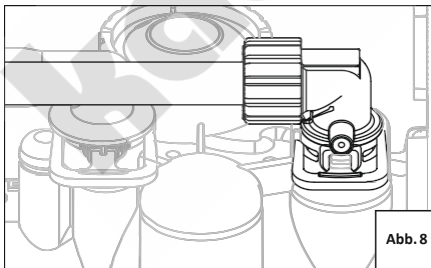

Abb. 8
9. Schließen Sie den Ablaufschlauch an den im Systemkopf installierten Rückstoßanschluss an. **ACHTUNG! Das aus dem Kniestück austretende Wasser steht unter Unterdruck, sichern Sie die Verbindung daher mit einer Schelle. Der Ablaufschlauch darf nicht geknickt, verdreht oder mechanisch beschädigt sein (Abb. 8).**